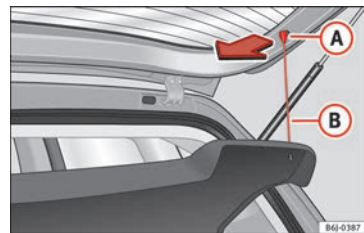

Abb. 149 Hutablage
- Hängen Sie die Streben » **Abb. 149** **B** aus den Aufnahmen aus **A**.